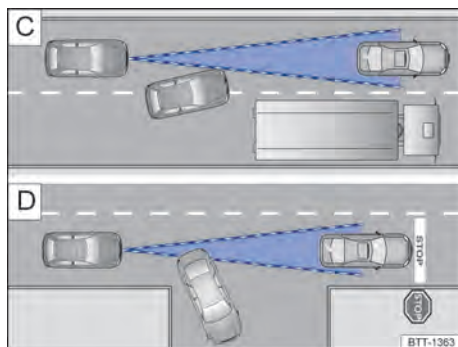

Fig. 104 [C] Mudança de faixa. [D] Veículo virando ou parado.
Por exemplo, se um veículo detectado pelo ACC virar ou mudar de faixa, e se houver um veículo parado à frente deste veículo, o ACC não reagirá ao veículo parado → [Fig. 104 \[D\]](#).
- Veículos que mudam para a faixa onde você se encontra com pouca distância do veículo → [Fig. 104 \[C\]](#).